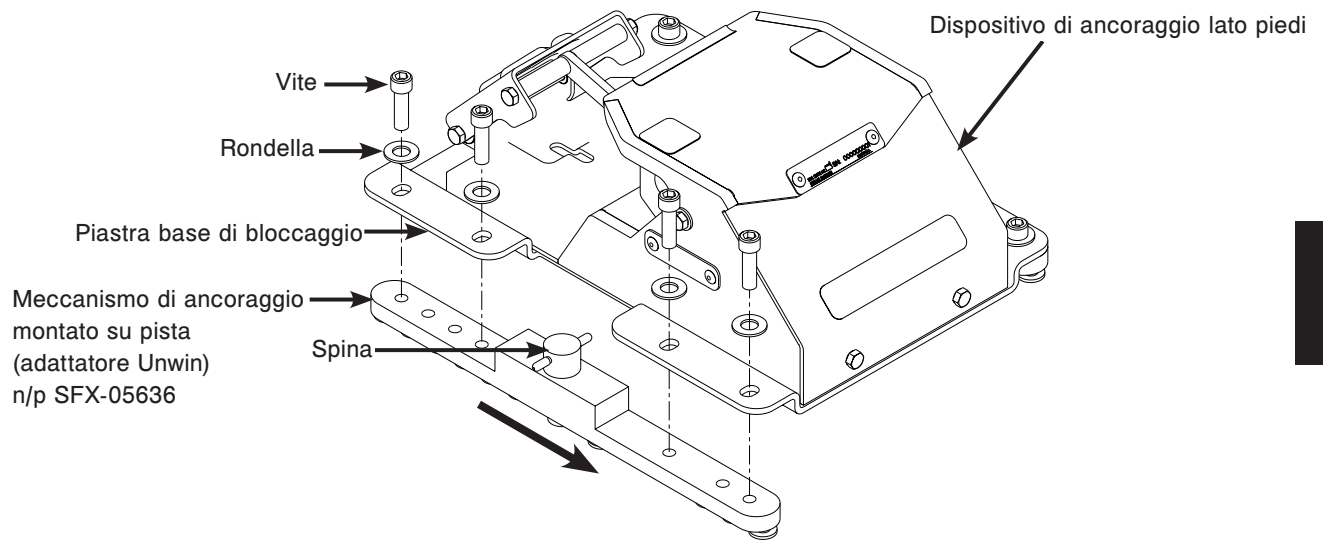

Figura 6 – Assemblare il dispositivo di ancoraggio per lato piedi
1. Posizionare le otto rondelle tra le otto viti (quattro a ogni lato) e la piastra base di bloccaggio del dispositivo di ancoraggio per il lato piedi (Figura 6).
**Nota** – Posizionare il meccanismo di ancoraggio montato su pista (adattatore Unwin) sotto la piastra base di bloccaggio, con la freccia nera sull'adattatore Unwin rivolta verso il lato anteriore dell'ambulanza (Figura 6).
2. Stringere appena le viti per collegare il meccanismo di ancoraggio montato su pista (adattatore Unwin) alla piastra base di bloccaggio del dispositivo di ancoraggio per il lato piedi (Figura 6).